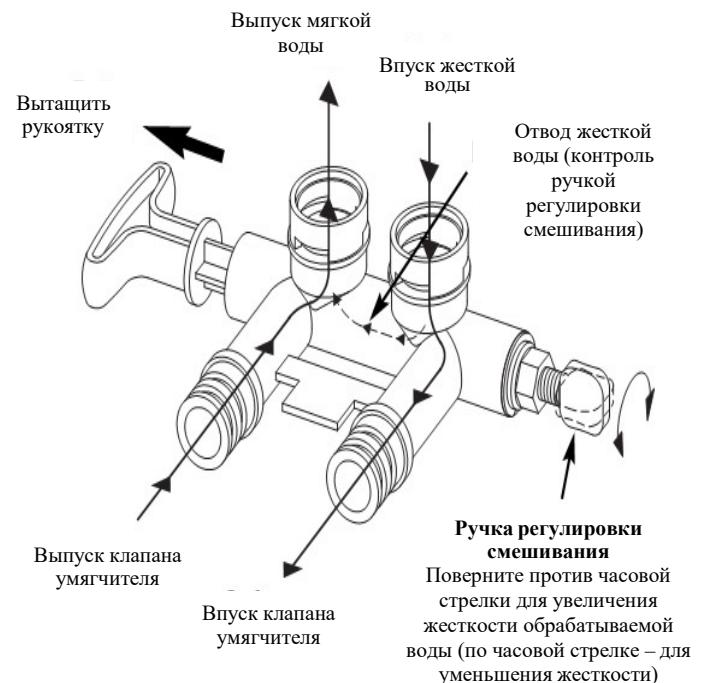

РИС. 37
Байпасный смешивающий клапан работает как стандартный двухтактный клапан, однако он имеет дополнительную функцию точной регулировки жесткости обрабатываемой воды, делая воду мягче. Если необходима слегка жесткая вода, чем обычно производится умягчителем, этот байпасный смешивающий клапан может отводить небольшой поток жесткой воды до того, как он попадет в умягчитель, и смешивать его с входящей смягчаемой водой. Количество отводимой воды контролируется поворотом ручки регулировки смешивания на верхнем колпаке штока клапана (см. Рисунок 37).
1. Если байпасный клапан находится в рабочем положении (нормальная операция умягчения), с вытянутой рукояткой (см. Рисунок 37), **увеличьте жесткость** обрабатываемой воды, повернув ручку регулировки **смешивания против часовой стрелки** до 6 оборотов из полностью закрытого положения. Во время регулировки этой ручки удерживайте байпасный клапан рукой для предотвращения вращения штока.